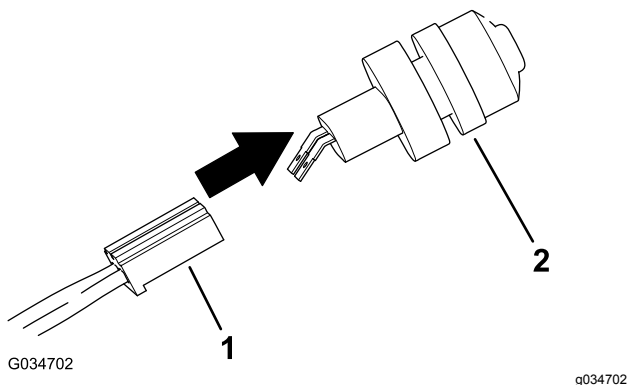

图 7
4. 将主线束的母接头插入喇叭开关上的公接头 图 7。
4. 将主线束的母接头插入喇叭开关上的公接头图 7。